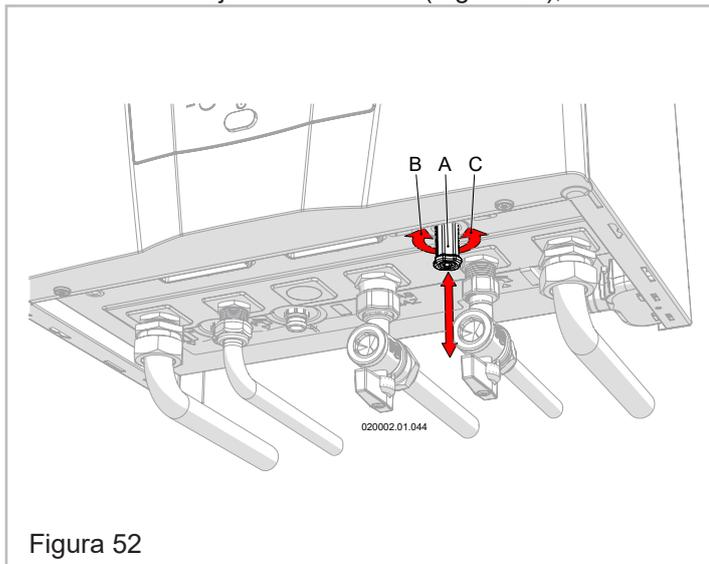

Figura 52
2. - Tire hacia abajo del mando "A" (Figura 52);
5. - Cierre el grifo de carga "A" (Figura 52) girándolo en sentido horario;
En algunos modelos de electrodomésticos, el mando de carga del sistema "A" (Figura 52) puede estar ausente. A continuación, intervenga en el dispositivo previsto por el instalador ubicado antes del aparato;
⚠ ATENCIÓN!!! Durante el funcionamiento normal, el grifo de carga "A" (Figura 52) debe permanecer siempre en la posición de cierre. Si con el tiempo, la presión baja, restablezca el valor correcto de la misma. En el primer mes de funcionamiento puede que haya que repetir varias veces esta operación para eliminar posibles burbujas en la instalación.